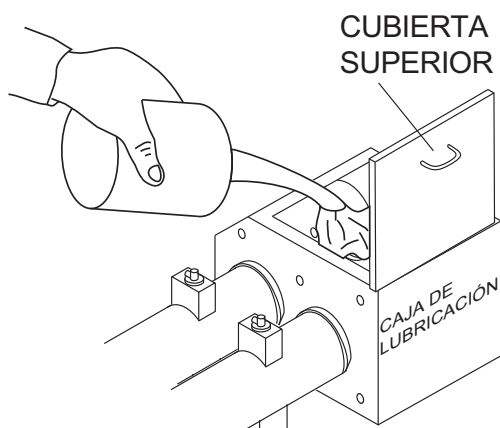

Figura 15. Llenado de la caja de lubricación
3. Compruebe el nivel de aceite en la caja de lubricación (Figura 15). Si es bajo, llene con hasta 3 galones de aceite de motor SAE 30 (Figura 14). Se debe comprobar el nivel de aceite a diario. Se debe efectuar el servicio en la caja de lubricación según se describe en la sección de mantenimiento.